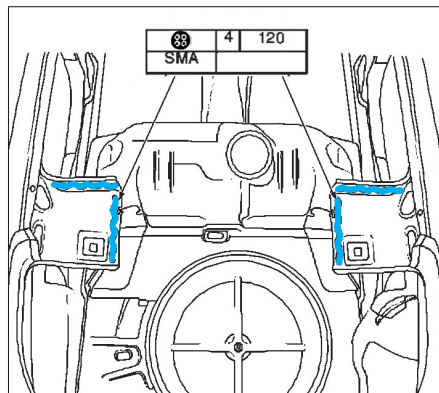

FIG. 164
- Encoller les renforts de la traverse (**fig. 164**).